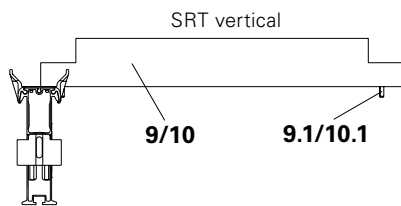
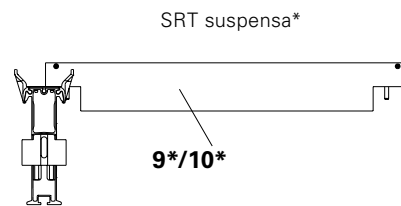

Fig. A5.01
Fig. A5.02
Instalar verticalmente (Fig. A5.01) ou suspensa (Fig. A5.02).
- à Viga Principal SLT na direcção longitudinal. (Fig. A5.01 + A5.02)